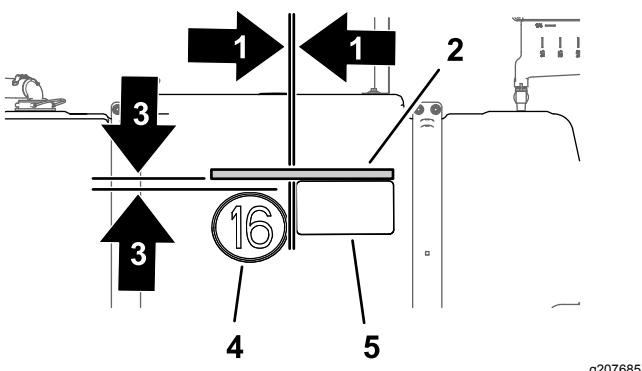

Figura 48
5. Sul lato destro del serbatoio, allineate un pezzo di nastro adesivo di 48 cm sulla parte superiore dell'adesivo Toro Multi Pro 5800 e avanti, come illustrato nella Figura 48.
6. Misurate 28 mm dal bordo inferiore del nastro adesivo e contrassegnate questo punto sul serbatoio con una matita (Figura 48).
7. Misurate 21 mm dal bordo sinistro dell'adesivo Toro Multi Pro 5800 e contrassegnate questo punto sul serbatoio con una matita (Figura 48).
8. Rimuovete il supporto posteriore da un adesivo di velocità e allineatelo con i segni (Figura 48) che avevate realizzato ai passaggi 6 e 7.
9. Applicate l'adesivo sul serbatoio e rimuovete il nastro adesivo (Figura 48).